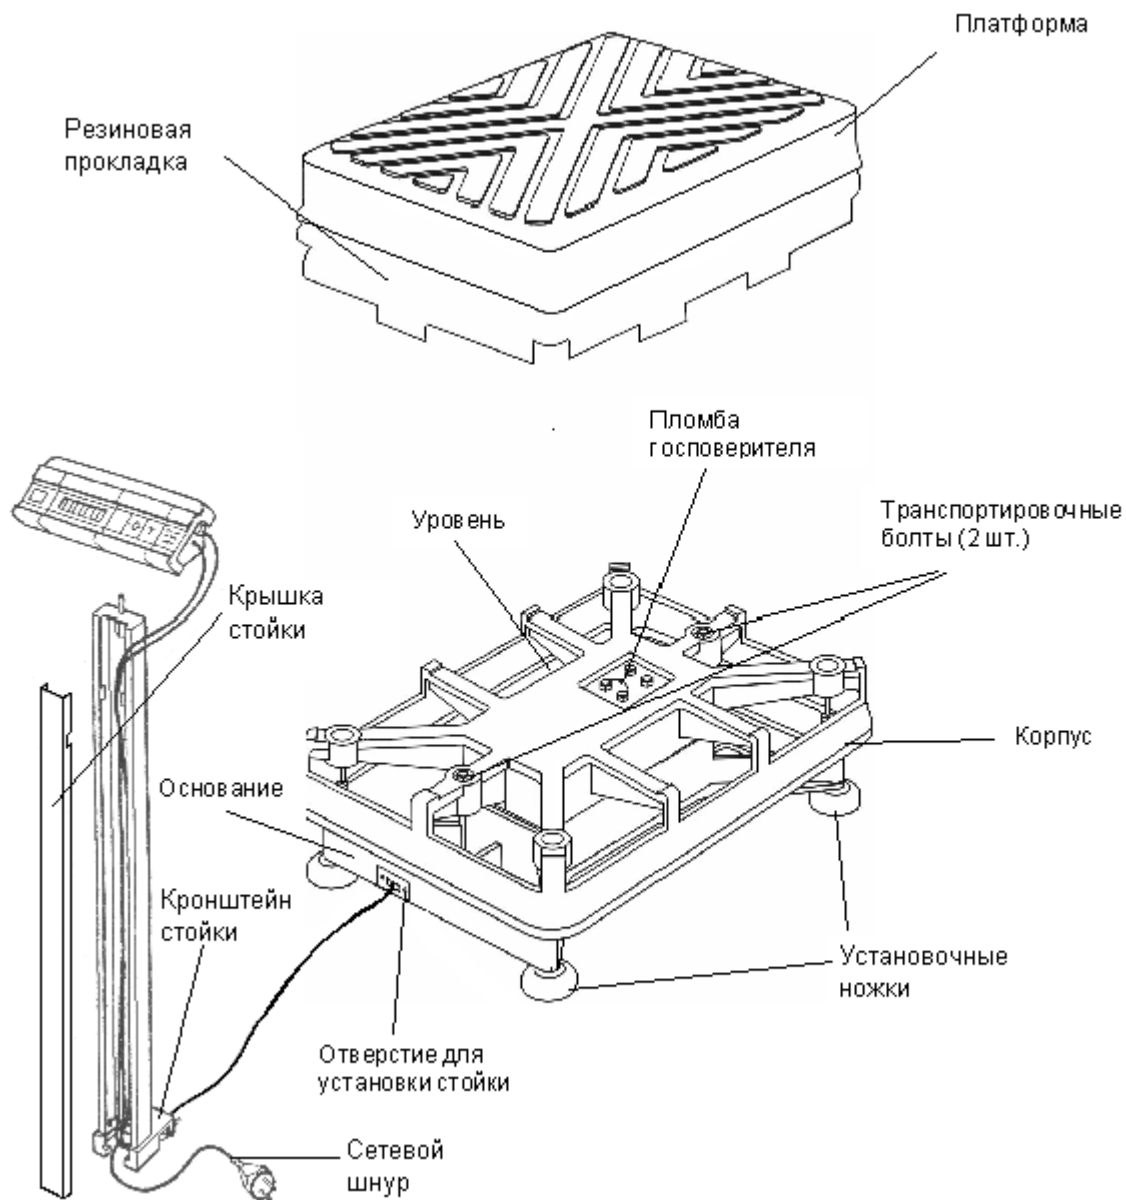

Рисунок 1.2
3.1 Установить весы на твердой ровной поверхности. Снять грузоприемную платформу и с помощью установочных ножек выровнять весы так, чтобы пузырек уровня (рисунок 1.2) находился в центре ампулы, а весы устойчиво стояли на всех 4-х ножках.